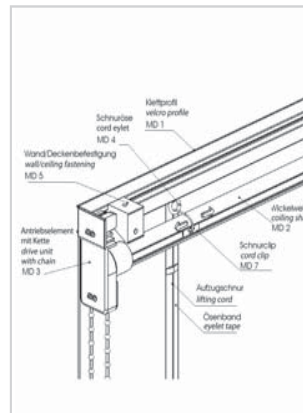

Bild 1
1.1 Wand- oder Deckenbefestigung (Bild 1)
1.1 Wall or ceiling attachment (fig.1)